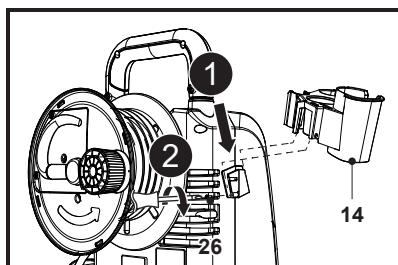

Fig. 1a
1. Glisează suportul de suspendare (14) pe baza de susținere și aliniaza gaura de montare, apoi folosește o șurubelniță cu cap în cruce adecvată (nefurnizată) pentru a strânge conexiunea cu șurubul (ST3,5 x 13) (26) (fig. 1a).